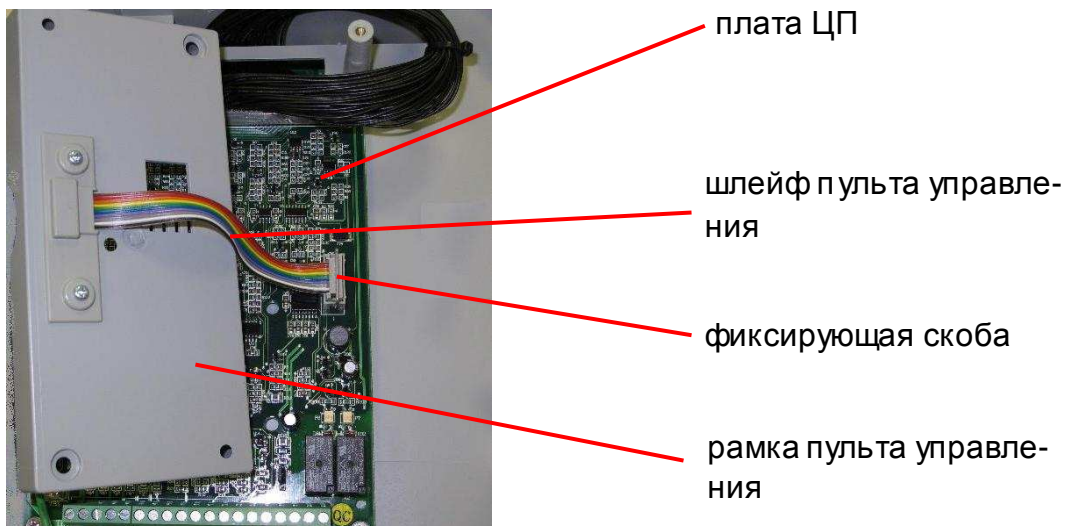

Рис. 7.22
7.9.1. Взять рамку со шлейфом, соединить разъем шлейфа с разъемом платы центрального процессора и закрепить фиксирующей скобой (рис. 7.22).